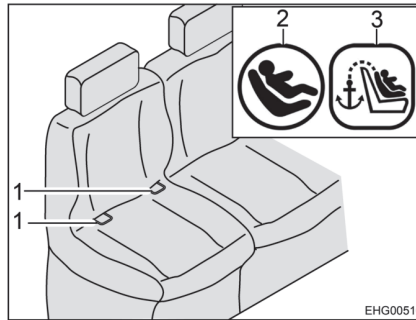
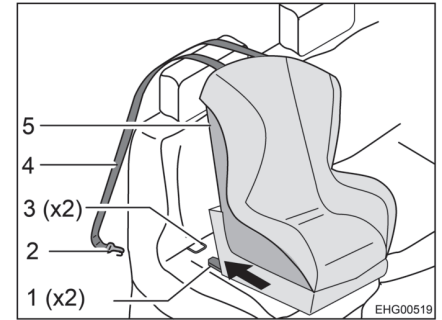

Bild 13 Sitz mit Isofix
Bild 14 Befestigung mit Top-Tether
- Rastarme (Bild 14,1) in Haltebügel (Bild 13,1 und Bild 14,3) einrasten lassen. Dabei muss ein deutliches Klickgeräusch zu hören sein.
- Mit einem kräftigen Ruck kontrollieren, ob der Kindersitz (Bild 14,5) fest sitzt.
- Top-Tether-Gurt (Bild 14,4) über die Kopfstütze des Fahrzeugsitzes führen.
- Befestigungshaken (Bild 14,2) am Ankerpunkt auf der Rückseite des Fahrzeugsitzes einhaken.